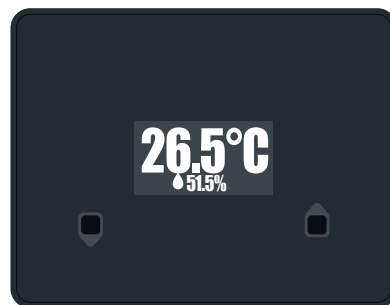
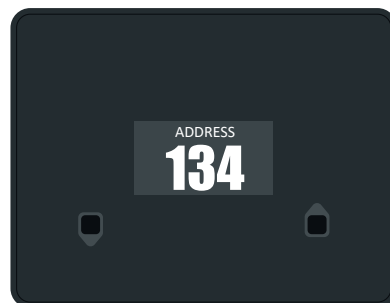

Fig. 1
Fig. 2
- 7 Attendere circa 2 minuti, affinché i sensori vadano offline (Fig. 1)
- 9 Individuato il sottomeù ADDRESS (Fig. 2) premere il tasto SU o GIU per modificare l'indirizzo del sensore
- 10 Dopo aver terminato la modifica dell'indirizzo, attendere alcuni secondi affinché il sensore Room ritorni alla schermata di funzionamento offline (Fig. 1)
- 3 Attendere circa 2 minuti , affinché i sensori vadano offline (Fig. 1).
- 6 Dopo aver terminato la modifica dei parametri desiderati, attendere alcuni secondi affinché il sensore Room ritorni alla schermata di funzionamento offline (Fig. 1)
- Assicurarsi che le connessioni tra la scheda BMS, montata a bordo macchina, e le diverse periferiche (Pannello Touch HCC, sensore HCC ROOM, scheda HCC FLOOR) rispettino le connessioni riportate in tab1, in Fig1 e Fig2.